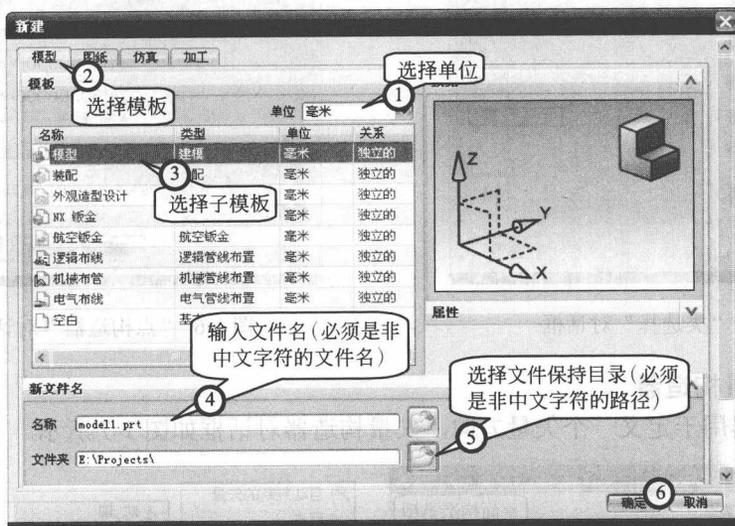

图 1-4 “新建”对话框
(1) 新建文件 在菜单栏中依次选择“文件”→“新建”，或在“标准”工具栏单击【新建】按钮, 弹出“新建”对话框, 按图 1-4 所示步骤操作将新建一个模型文件。